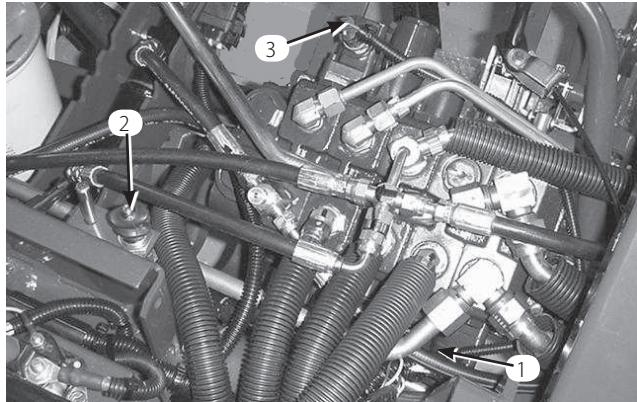

図 50
2. シートスイッチ (図50) のボタンに付いているゴム製カバーを取る；このカバーは新しいスイッチに取り付けるので捨てないでおく。スイッチの電気コネクタを外す。
2. セレクタ・バルブ・セクションのバルブ・バンク・ポンネットに取り付けてあるトラクション・スイッチの端子からコネクタを引き抜く (図50)。
2. バルブ・バンク・ポンネットに取り付けてある芝刈り/昇降スイッチの端子からコネクタを引き抜く (図50)。